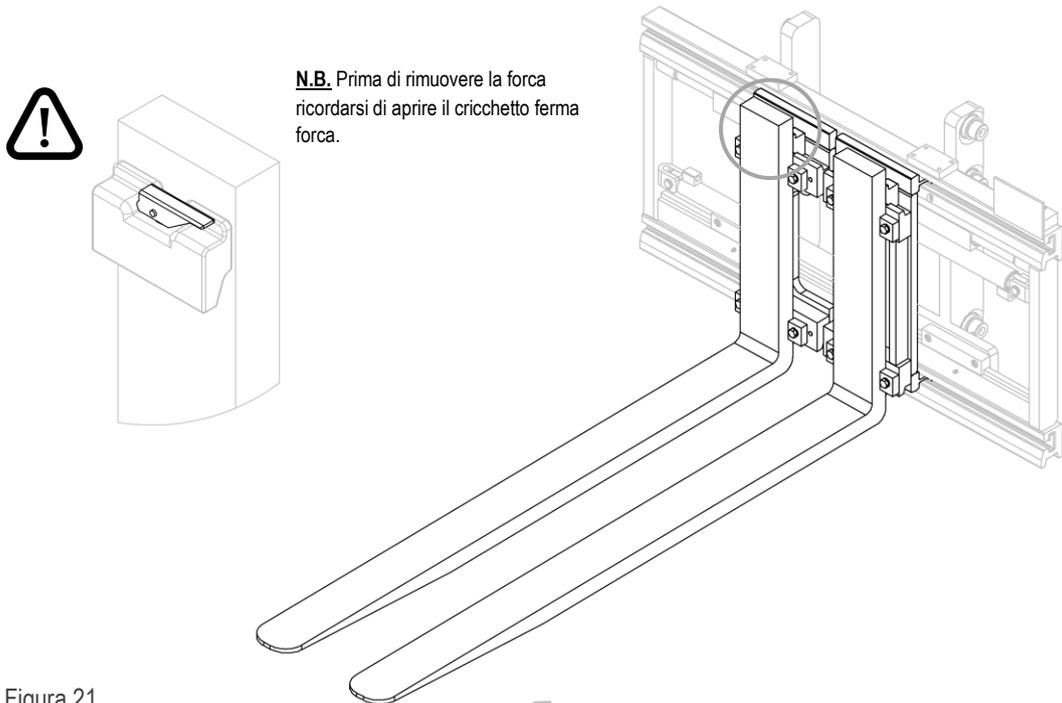
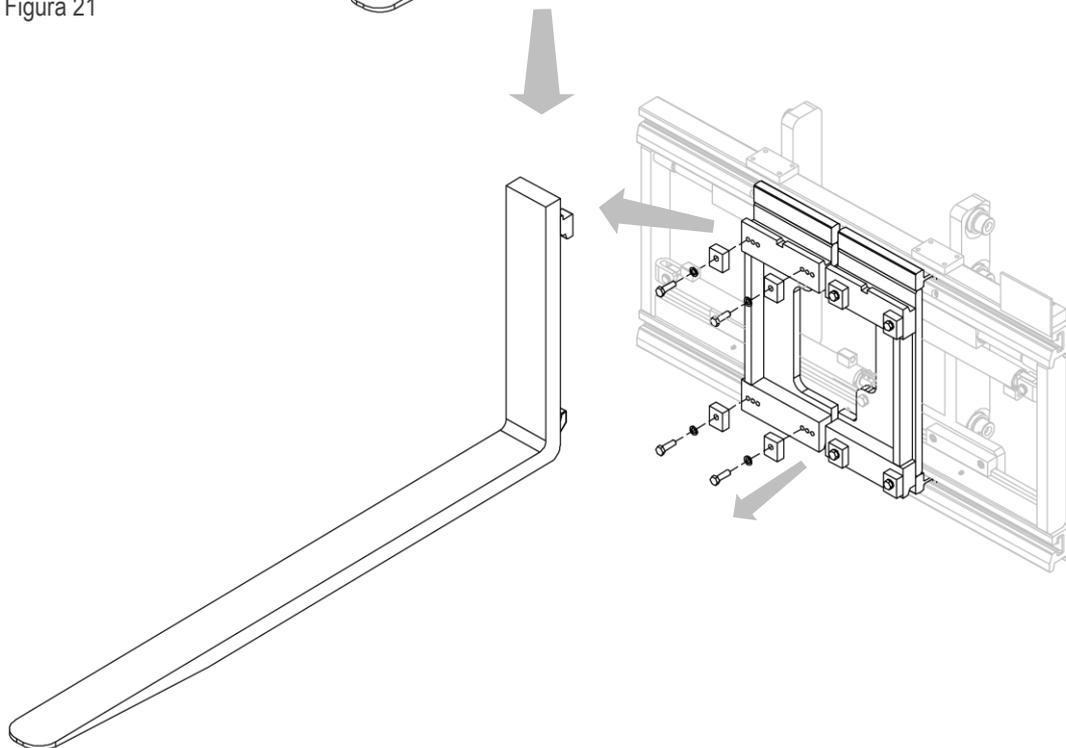

Figura 21
Figura 22
2. Rimuovere le forche dopo aver rimosso i relativi fermi forca (vedi *Figura 21* e *Figura 22*).